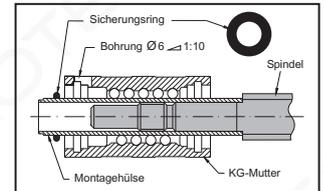

Bild 1: Kugelgewindemutter mit Spindel
3. Schieben Sie die Montagehülse über das bearbeitete Wellenende (konzentrisch an die Spindelachse ansetzen, Bild 1), so daß die Bohrung außen liegt und drehen Sie die Kugelgewindemutter vorsichtig und vollständig auf die Spindel.